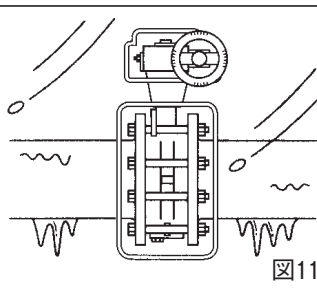

図11
- T. 粉塵、低・高温(−10℃以下・60℃以上)、凍結、降雪などの環境下でのご使用される場合は弊社にお問い合わせください。(図11)